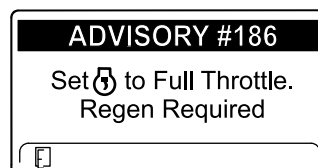

Bild 79
**Hinweis:** Wenn die Auspufftemperatur zu niedrig ist, wird im InfoCenter ADVISORY#186 (Bild 79) angezeigt, um Sie zu informieren, dass Sie den Motor auf Vollgas (hoher Leerlauf) eingestellt haben.